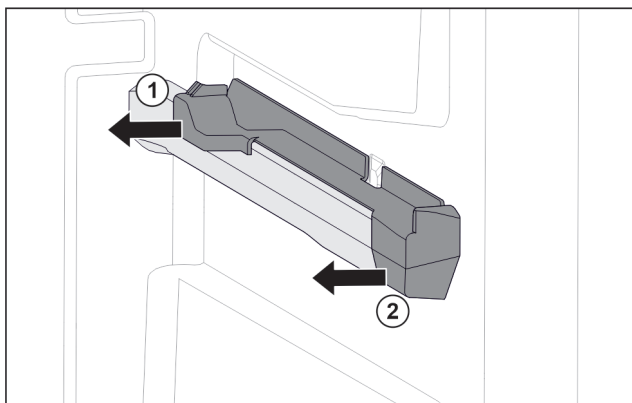

Fig. 153 Nasazovací díl na pravém žebrování na nádoby
- ▶ Stáhněte nasazovací díl vzadu na stranu. Fig. 153 (1)
- ▶ Stáhněte nasazovací díl vpředu na stranu. Fig. 153 (2)